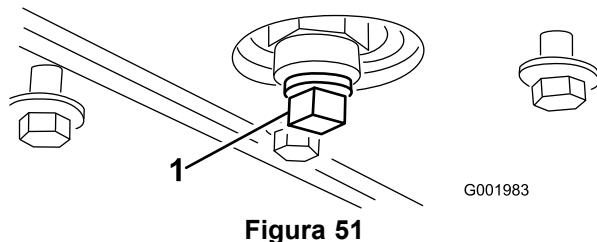

Figura 51
5. Retire el tapón de vaciado (Figura 51).